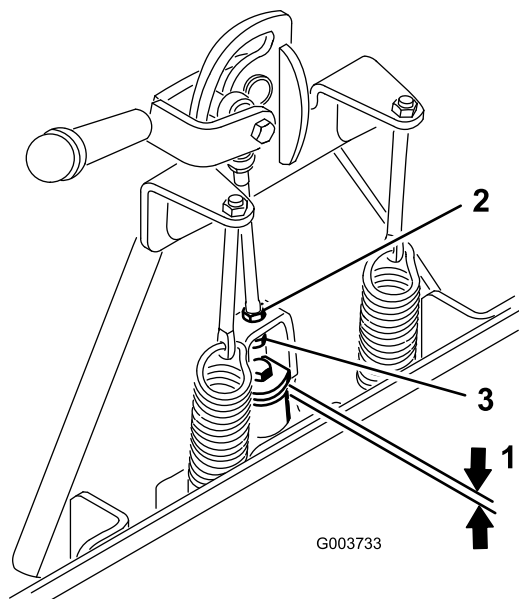

Figura 2
2. Meça a folga entre a anilha superior e o espaçador do conjunto articulado no adaptador de acessórios, como se indica na Figura 2.